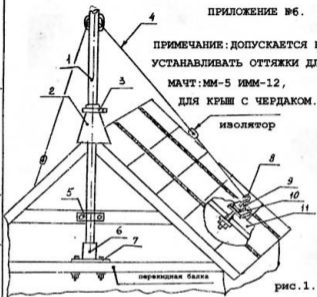

рис.1.
- I.5.1. Для пропуска мачты через металлическую или шиферную кровлю (для крыш с чердаком), пользуются способом, показанным на Рис.1,2,5, который обеспечивает водонепроницаемость крыши в месте установки антенных стоек и местах крепления отливки.